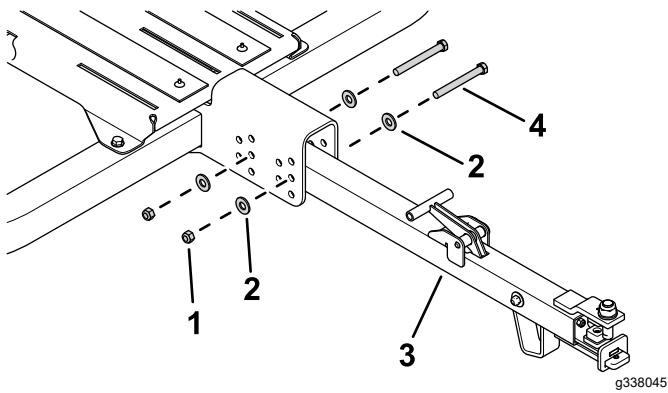

Figura 23
- Utilizzate 2 bulloni (7/16"), 4 rondelle e 2 dadi di bloccaggio per fissare il timone del rimorchio al telaio principale (Figura 23).